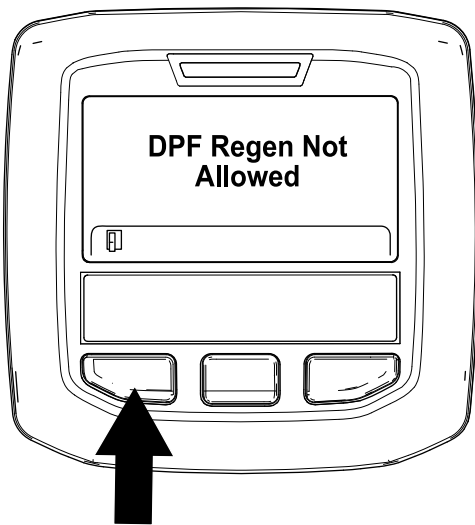

Figura 39
- Se o processo de regeneração não for permitido pelo computador do motor, surge a mensagem “DPF Regen Not Allowed” (Regen. do DPF não autorizada) no InfoCenter (Figura 39). Prima o botão esquerdo para sair para o ecrã inicial.